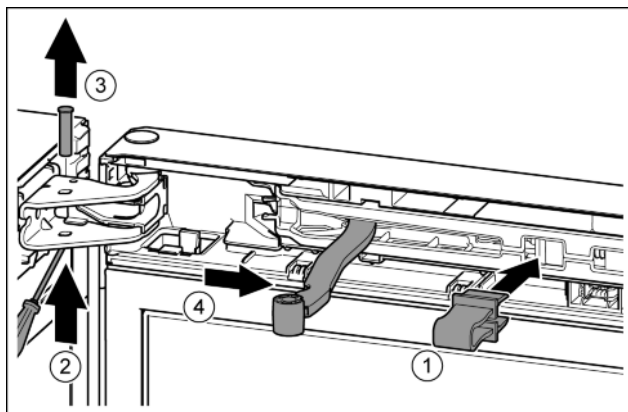

Fig. 9
- ▶ Зафиксировать предохранитель в отверстии. Fig. 9 (1)
- ▶ Выкрутить палец отверткой T15. Fig. 9 (2)
- ▶ Извлечь палец движением вверх. Fig. 9 (3)
- ▶ Повернуть шарнир в направлении двери. Fig. 9 (4)